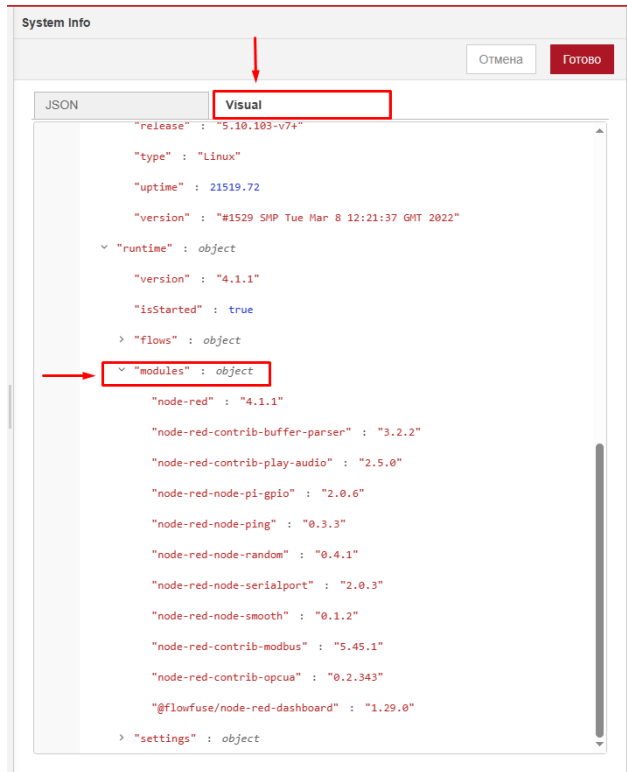

Рис. 2.20. Отображение перечня всех установленных пакетов
3. В открывшемся окне перейти на вкладку Visual. Найти «modules», в котором будет перечень всех установленных пакетов (см. рис. 2.20).